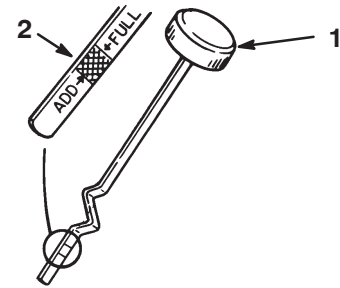

Figure 18
3. Dévissez la jauge d'huile et essuyez soigneusement l'extrémité métallique (Fig. 18).